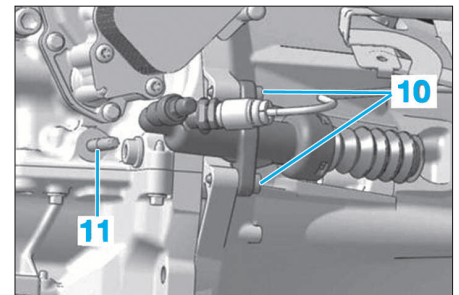

FIG. 4
- Déposer les fixations (8) et les vis de fixations (9).
- Déposer les vis (10) du récepteur d'embrayage (Fig.4).